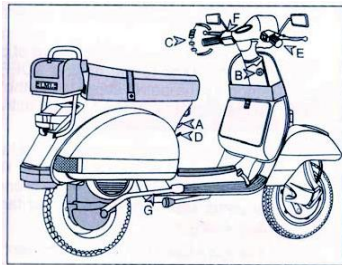

Fig. 31
2. **STARTING THE ENGINE (Fig. 31).**